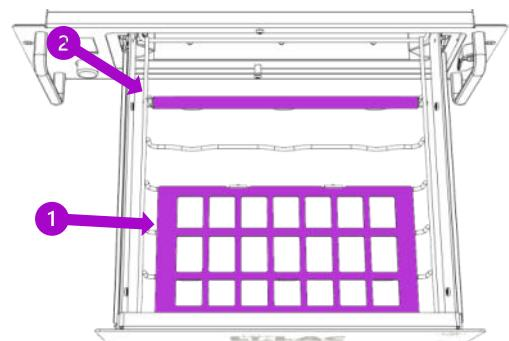

Fig. 4
1. Coloque la bandeja de cables en la rejilla metálica. (Fig. 4, 1). La bandeja de cables se fija magnéticamente.
2. Inserte el muelle en espiral en el área de la primera barra transversal (Fig. 4, 2).